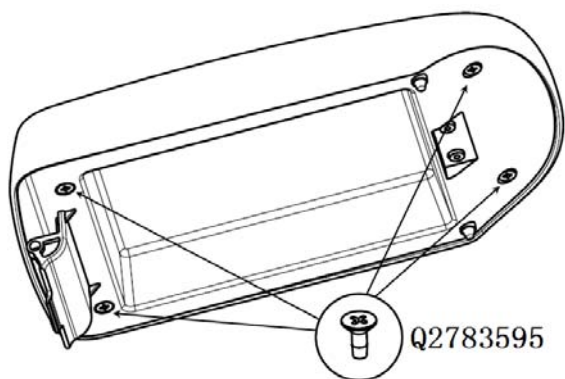

图6-3-5 副仪表板扶手组件的分拆1
(2) 用十字螺丝刀将固定扶手内、外板的四个螺钉 (Q2783595 十字槽沉头自攻螺钉) 依次松开; 再用一字螺丝刀沿内、外板缝隙小心撬启, 使内、外板的配合结构松开, 最后将扶手内、外板分开。如图6-3-5、6-3-6所示;